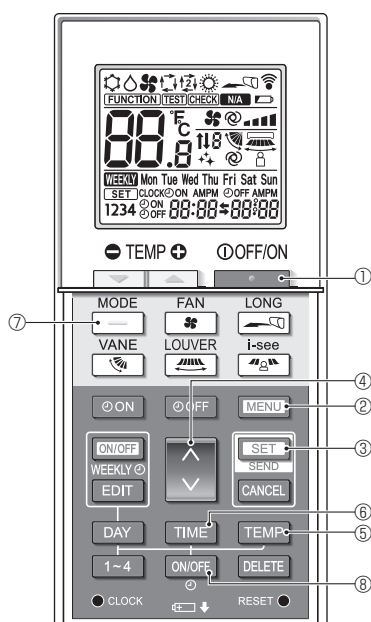

Fig. 6-9
1. Tryk på ●-knappen ① for at stoppe klimaanlægget.
2. Tryk på _{MENU} -knappen ②. Skærmen til funktionsindstilling vises, og funktionsnr. A blinker. (Fig. 6-9) Tryk på _↓ -knappen ④ for at ændre funktionsnr.